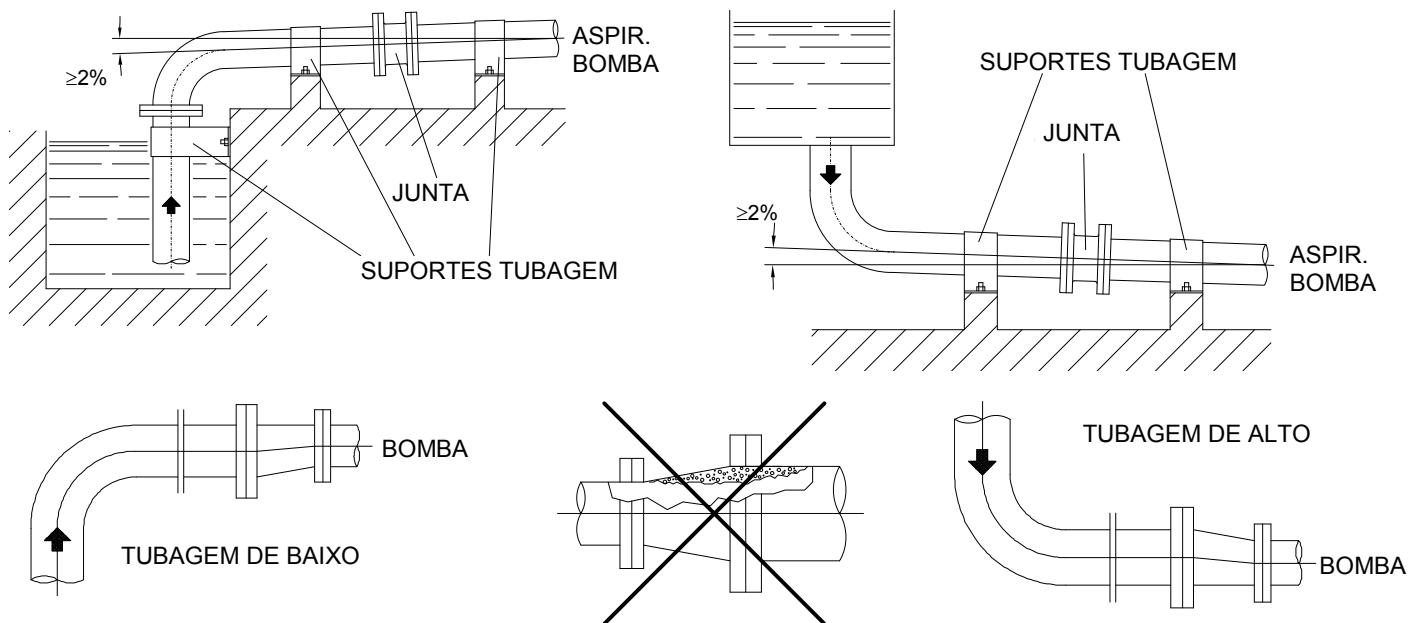

Fig. 5
Depois de se identificarem correctamente as posições e as dimensões de todas as conexões necessárias à interface da bomba com o sistema de destino, dever-se-ão fazer as devidas ligações das tubagens entre a bomba e o sistema: ligar a flange de aspiração (consultar a fig. 5) e de saída da bomba e todas as restantes ligações de serviço.
7.2.1 - Tubagem de aspiração (consultar as fig. 5 e 6)